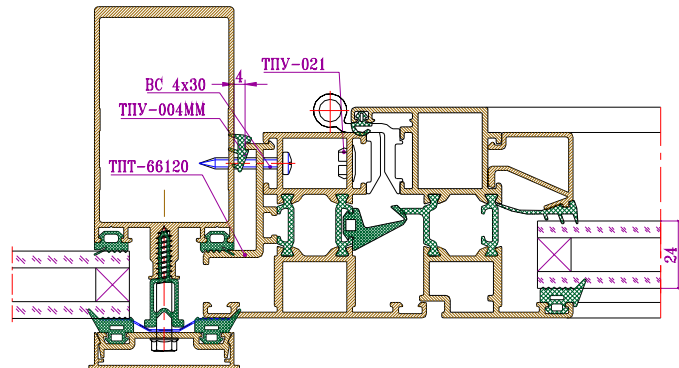

Рис. 6-21 Крепление створки с терморазъемом в витраж
- Закрепить винтами самонарезными ВС 4x30 (рис.6-21);